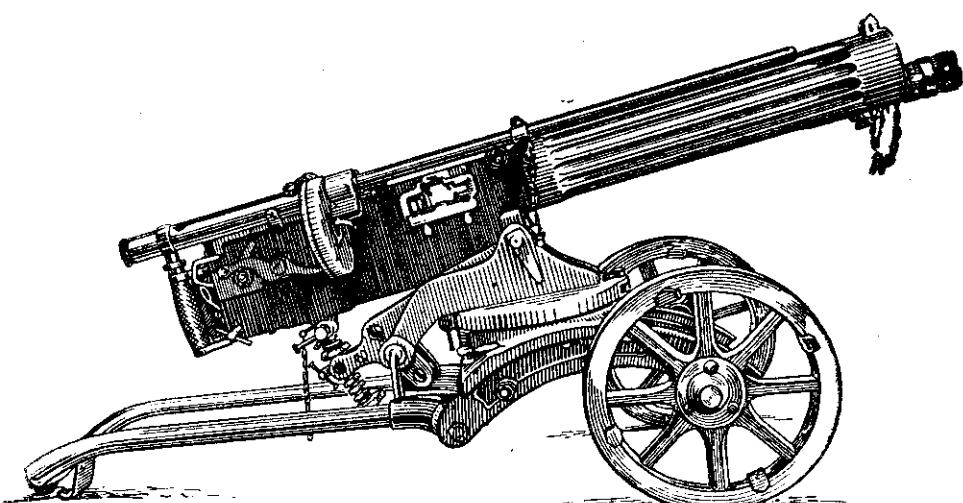

Рис. 1. Общий вид малокалиберного пулемета, установленного на пулемет Максима.
1. 5,6-мм малокалиберный пулемет системы Блом, устанавливаемый при помощи специальных деталей на 7,62-мм станковый пулемет Максима (рис. 1), назначен для предварительного обучения молодых пулеметчиков перед переходом к стрельбе из 7,62-мм станкового пулемета Максима боевыми патронами.